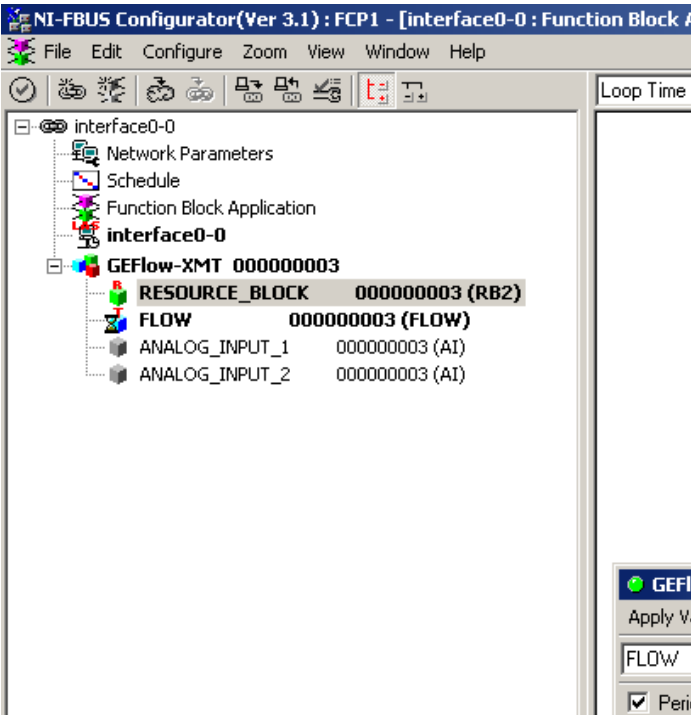

Рисунок 40: Пример настройки конфигурационной утилиты
Ниже приведен пример настройки с помощью утилиты National Instruments Configuration Utility v3.1. На рис. 40 показана утилита с расходомером в сети (Panametrics Flow-XMT).
1. Дважды щелкните блок аналогового входа, для которого необходимо настроить единицы измерения (ANALOG_INPUT_1 или ANALOG_INPUT_2 в дереве под PanametricsFlow-XMT; см. рис. 40).
1. Дважды щелкните блок преобразователя FLOW (в дереве под PanametricsFlow-XMT; см. рис. 40).